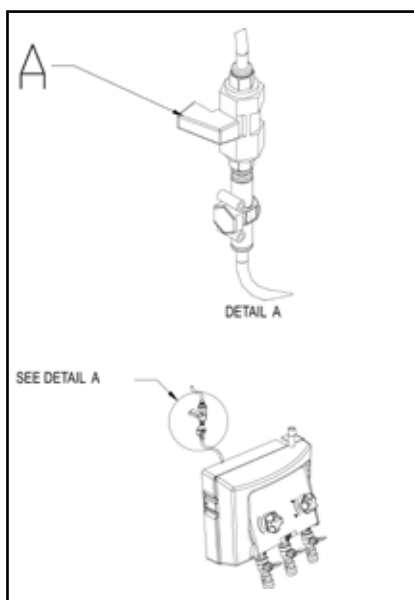

Fig. 7
1. Contrôler que l'alimentation en eau et l'alimentation en air du système sont ouvertes. (voir A, Fig.7, air). Activer ceci au niveau de l'alimentation centrale en produits chimiques.
3. Fermer l'alimentation en air (A, Fig 7).